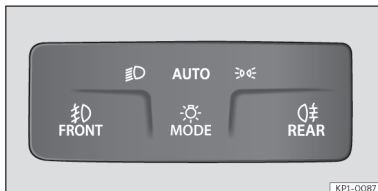

Abb. 102 Schalttafel: Lichtschalter.
- Schalten Sie die Zündung ein und wählen Sie den Modus **AUTO** am Lichtschalter aus >>> (Abb. 102).